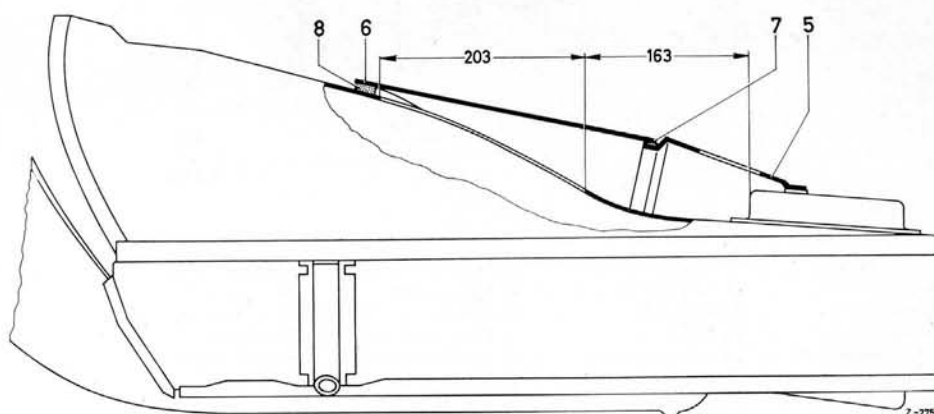

Bild 26-1/2
9. Nach der Ausschnittschablone den Durchbruch im Tunnel anzeichnen und herausschneiden (Bild 26-1/3).
11. Beide Kugelringe (22) innen und außen mit Schmierfett Teil-Nr. 000 989 26 51 oder Vaseline (**kein Öl**) versehen. Anschließend einen Kugelring in das Schalthebellager (21) einsetzen. Schalthebel (14) in das Schalthebellager einsetzen, den zweiten Kugelring (22) aufschieben, die Federscheibe (23) auflegen und mit dem Sicherungsring (24) sichern (Bild 26-1/1).
12. Manschette (19) innen mit Vaseline einfetten und von unten über den Schalthebel (14) auf das Schalthebellager aufschieben (Bild 26-1/1).
13. Schalthebel (14) und Schaltrohr (10), unter Verwendung der Teile Pos. 15 bis 18, miteinander verbinden (Bild 26-1/1).